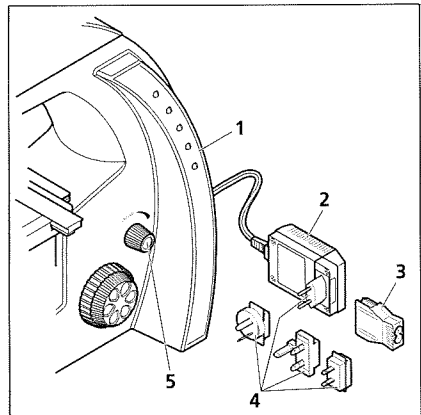

Bild 3 Mikroskop in Betrieb nehmen
- Steckernetzteil (Bild 3/2) aus der Aufbewahrungshalterung an der Stativrückseite des Mikroskops entnehmen.
- Falls notwendig, den installierten Netzanschlussadapter gegen einen der mitgelieferten landesüblichen Adapter (Bild 3/4) austauschen. Dazu den vorhandenen Adapter abziehen und den gewünschten aufstecken.
- Falls das Steckernetzteil aus Platzgründen nicht in die vorgesehene Netzsteckdose eingesteckt werden kann, den Netzanschlussadapter durch den mitgelieferten IEC-Adapter (Bild 3/3) ersetzen. Das Steckernetzteil kann nun flach hingelegt und über ein landestypisches Geräte Kabel an die Netzsteckdose angeschlossen werden.
- Mit Drehschalter (Bild 3/5) Mikroskop einschalten und Beleuchtung auf gewünschte Beleuchtungsintensität einstellen.
Die gewählte Einstellung wird über die beidseitig am Stativ angebrachten, blauen Leuchtdioden (Bild 3/1) in fünf Stufen angezeigt.